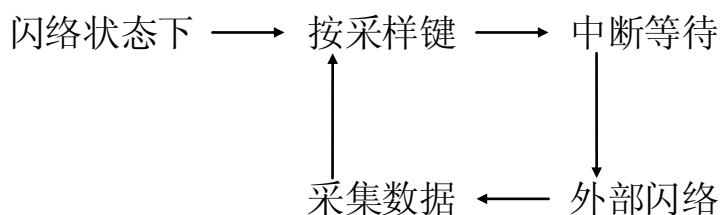

图 4.3-1
**采样** 采样键的优先权次于“复位”键，在测试状态按下“采样”键仪器将进行一次数据采集过程。同时将上一次采集数据重新刷新一次。在“高压闪络”状态按下“采样”键，仪器将处于“中断等待”状态，仪器在这种状态下不会执行任何键盘指令，直到有外来信号为止，工作过程如图 4.3-1。如果用户在“闪络”测试状态下按下此键不要误认为仪器出现故障，如果不采集外来数据可复位一次，重新执行操作系统